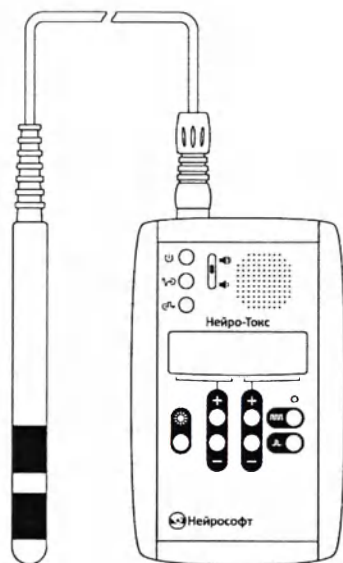

Рис. 15. Подключение ректального электрода
2. Для подрежима реабилитации подключите к электростимулятору ректальный электрод (рис. 15).